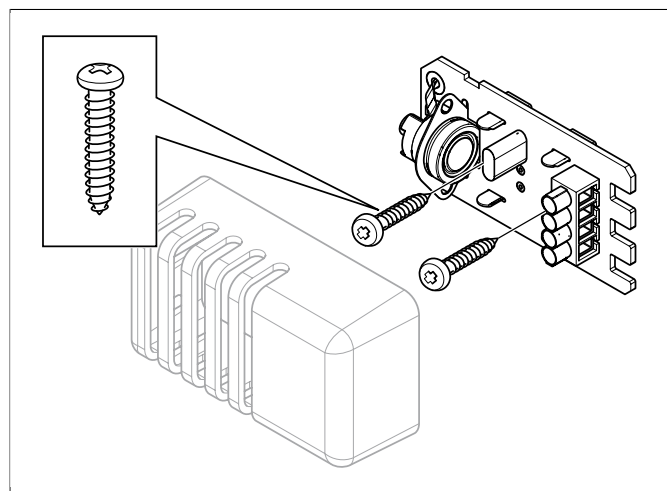

Рисунок 14: Установка датчика
12. Установите датчик на стене см. **Рисунок 14**, страница 6. Закручивайте винты осторожно, чтобы плата не сломалась.